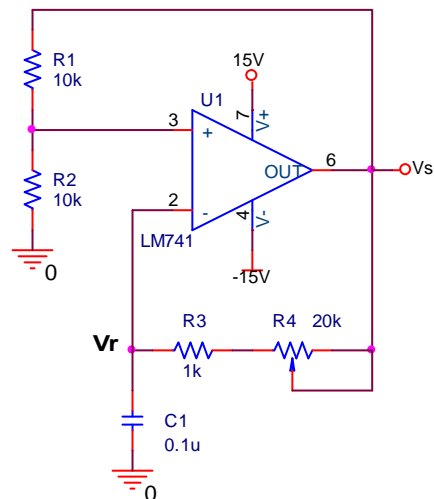

Figura 1
- 1) Arme el amplificador oscilador de la figura 1 y aliméntelo con $\pm 15V$. Tenga cuidado al polarizarlo.